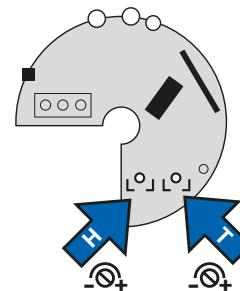
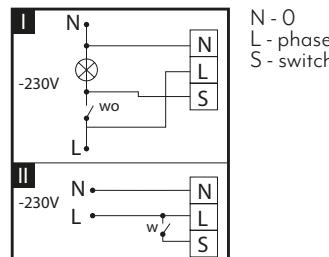

Fig.3
Fig.4
Prima dell'installazione è necessario rimuovere la parte decorativa del ventilatore, si svit i viti che si trova sul fondo del corpo del ventilatore. Il ventilatore è installato nel canale di ventilazione ed è fissato con viti per le quali sono previsti dei fori sul corpo del ventilatore (Fig.1). I ventilatori del modello base e quelli con una centralina elettronica (FT, T, HT) vengono connessi direttamente alla rete elettrica e, per fare questo, si deve aprire il coperchio sotto al quale si trovano i terminali LN o NLS (Fig. 4).
Il ventilatore si attiva automaticamente dopo l'accensione della luce (I tipo di connessione) o si accende con un interruttore (II tipo di connessione) (Fig. 4). Dopo lo spegnimento della luce o dell'interruttore, il ventilatore funziona per un certo periodo il quale è programmato tramite un regolatore (potenziometro). Il periodo ha un intervallo di tempo che va dai 0 minuti ai 30 minuti (Fig. 3).
- girare lentamente in direzione della posizione "bassa umidità" il potenziometro di sinistra fino a quando il ventilatore si accende. Da questo punto il potenziometro va girato indietro di 10° e dopo circa 10-20 secondi il ventilatore si spegne. Per controllare se il ventilatore funziona correttamente, soffiare sul sensore d'umidità ad una distanza di 10 cm in modo tale che si riaccenda (Fig. 3).
Antes de la instalación es necesario quitar la parte decorativa del ventilador, y luego desenroscar el tornillo situado en la parte inferior del cuerpo del ventilador. El ventilador se instala en el conducto de ventilación y se fija con tornillos para los que hay agujeros en el cuerpo del ventilador (Fig.1). Los ventiladores del modelo básico y los que tienen una unidad de control electrónico (FT, T, HT) se conectan directamente a la red eléctrica y, para ello, hay que abrir la tapa bajo la que se encuentran los terminales LN o NLS (Fig. 4).
El ventilador se enciende automáticamente después de encender la luz (tipo de conexión I) o se enciende con un interruptor (tipo de conexión II) (Fig. 4). Después de apagar la luz o el interruptor, el ventilador funciona durante un periodo de tiempo determinado, que se programa a través de un regulador (potenziómetro). El periodo tiene un intervalo de tiempo de 0 minutos a 30 minutos (Fig. 3).
- gire el potenziómetro izquierdo lentamente hacia la posición "humedad baja" hasta que el ventilador se encienda. A partir de este punto, el potenziómetro debe retroceder 10° y, tras unos 10-20 segundos, el ventilador debe apagarse. Para comprobar si el ventilador funciona correctamente, soplar sobre el sensor de humedad a una distancia de 10 cm para que se encienda de nuevo (Fig. 3).
The fan is activated automatically after the light is switched on (I type of connection) or switched on with a switch (II type of connection) (Fig. 4). After switching off the light or switch, the fan runs for a certain period of time which is programmed by a controller (potentiometer). The period has a time interval ranging from 0 minutes to 30 minutes (Fig. 3).
- turn the left potentiometer slowly towards the "low humidity" position until the fan switches on. From this point the potentiometer should be turned back by 10° and after about 10-20 seconds the fan should switch off. To check whether the fan is working properly, blow on the humidity sensor at a distance of 10 cm so that it turns on again (Fig. 3).